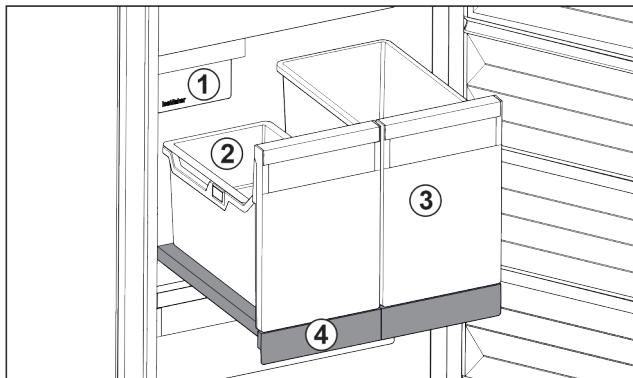

Fig. 17 Izvlačna ploča s IceTower
- (1) IceMaker
- (2) Ovjesna posuda za kockice leda
- (3) Spremnik za npr. pizzu, alkoholna pića
- (4) Izvlačna ploča
Na izvlačnoj ploči se nalaze dva visoka spremnika (IceTower). U spremniku se skupljaju i spremaju Fig. 17 (2) kockice leda iz IceMaker. Spremnik Fig. 17 (3) je prikladan za čuvanje visokih namirnica kao što su pizza ili alkoholna pića.